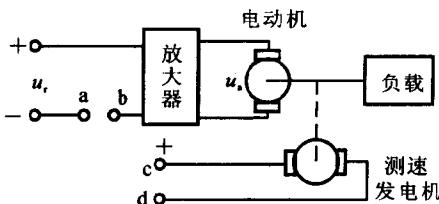

图 1.3.1 速度控制系统原理图
1. 根据图 1.3.1 所示的电动机速度控制系统工作原理图